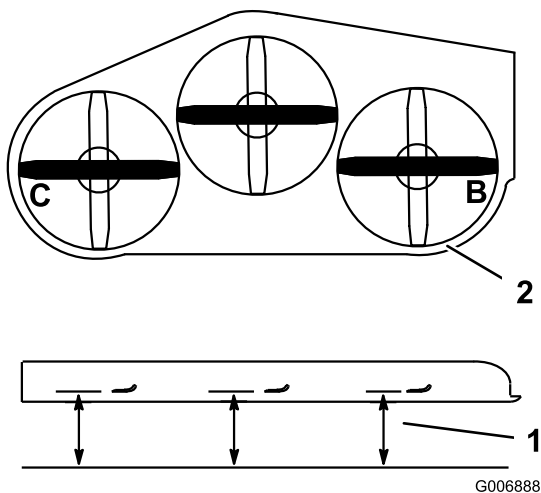

Figure 73
1. Tournez la lame **droite** latéralement (Figure 73).
2. Mesurez la distance au point **B** entre la surface plane et le tranchant de la pointe de la lame droite (Figure 73).
4. Tournez la lame gauche latéralement (Figure 73).
5. Mesurez la distance au point **C** entre la surface plane et le tranchant de la pointe de la lame gauche (Figure 73).